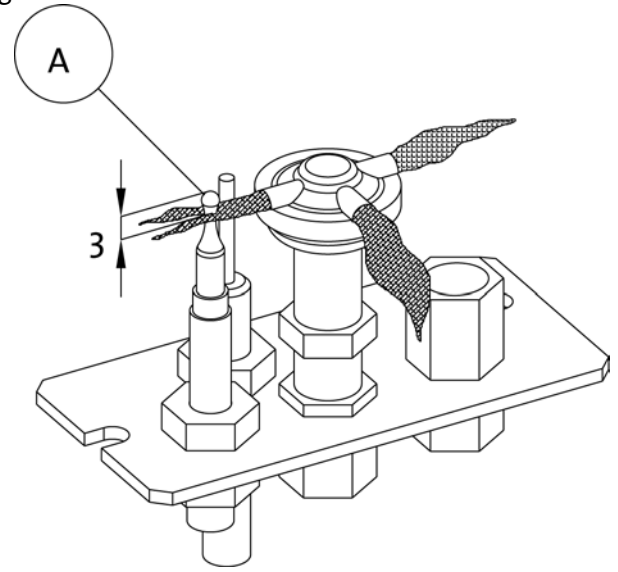

Fig. 9
- Controleer of het thermokoppel tot minimaal 3 mm (1/8") van het topje (fig. 9) wordt ingesloten door de vlam.
## 10.5 Thermokoppel (fig. 9)
- Controleer of het thermokoppel tot minimaal 3 mm van het topje (zie fig. 9) wordt ingesloten door de vlam.